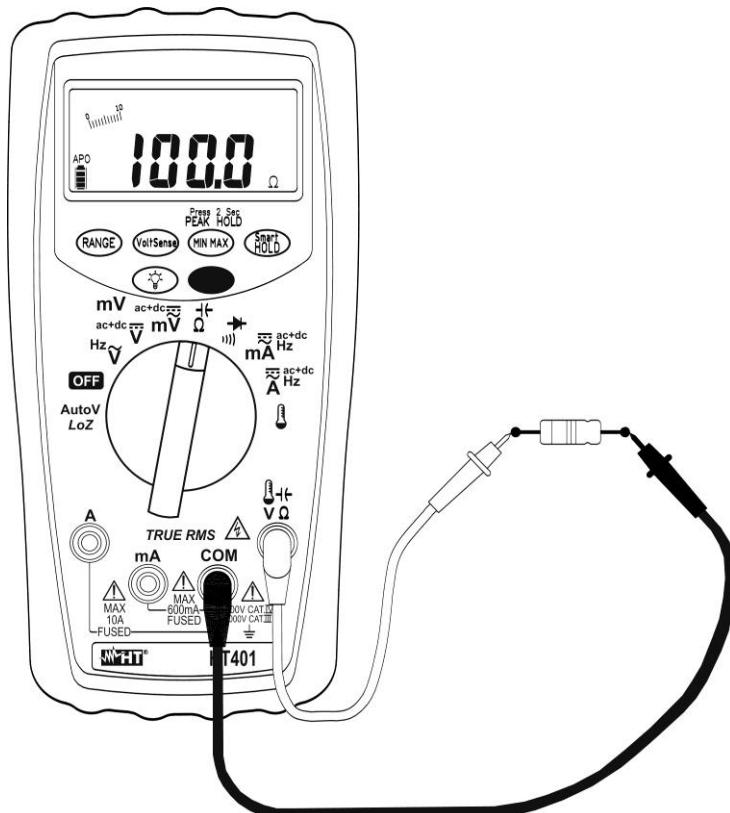

Fig. 7 : Mesure de Résistance
4. Positionner les embouts sur les points désirés du circuit sous test (voir la Fig. 7). La valeur de résistance est affichée avec la sélection automatique de l'échelle.